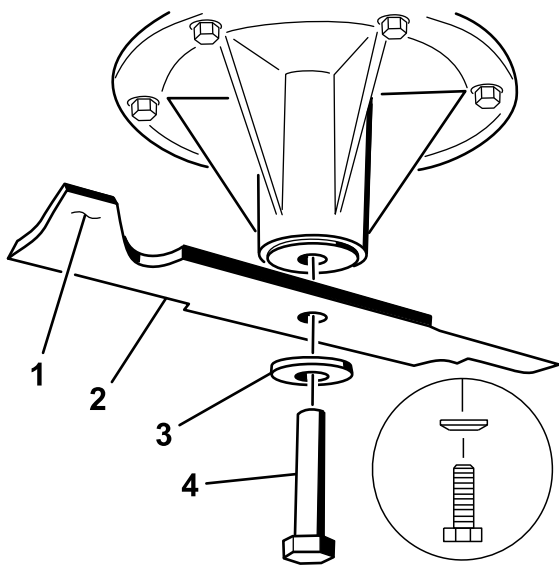

Figura 84
1. Instale la cuchilla en el eje (Figura 84).
2. Instale la arandela de muelle y el perno de la cuchilla (Figura 84).
**Nota:** El cono de la arandela de muelle debe estar orientado hacia la cabeza del perno (Figura 84).